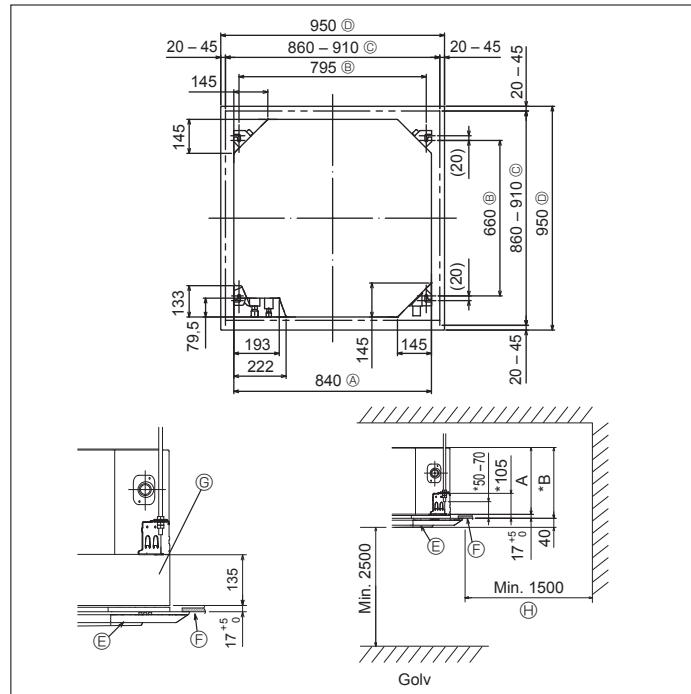

Fig. 3-2
①	Installationsmall (Förpackningens ovansida)	1
②	Mellanlägg (med isolering) Mellanlägg (utan isolering)	4 4
③	Rörskydd (för kylmedelsröret anslutning) Liten diameter	1 1
④	Band (stort)	8
⑤	Band (litet)	1
⑥	Dräneringsmuff	1
⑦	Isolering	1
3.2. Taköppning och installationsplatser för upphängningsbultar (Fig. 3-2)
- Matten på taköppningen kan regleras inom området visat i Fig. 3-2; så centrera huvudenheten mot taköppningen och försäkra att respektive motsatta sidor på alla sidor om spetsrummet mellan dem blir identiska.